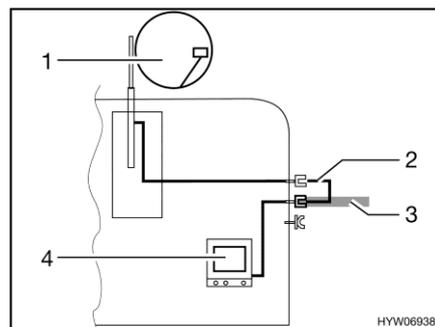

Bild 196 TV im Fahrzeug
- TV im Fahrzeug (Bild 196,4): Anschluss an Dachantenne (Bild 196,1) mit Verbindungskabel (Bild 196,2)
- TV im Fahrzeug (Bild 196,4): Anschluss an externe Antenne (Bild 196,3)